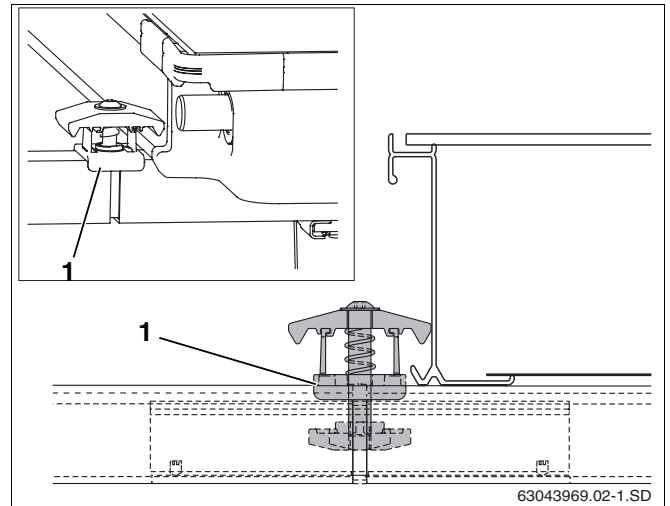

Fig. 46 Montaje del tensor bilateral del colector
- ▶ Coloque el tensor bilateral del colector con la tuerca hacia delante en la abertura del perfil guía y de la pieza de unión de tal forma que el distanciador de plástico (fig. 46, **pos. 1**) envuelva al perfil guía.